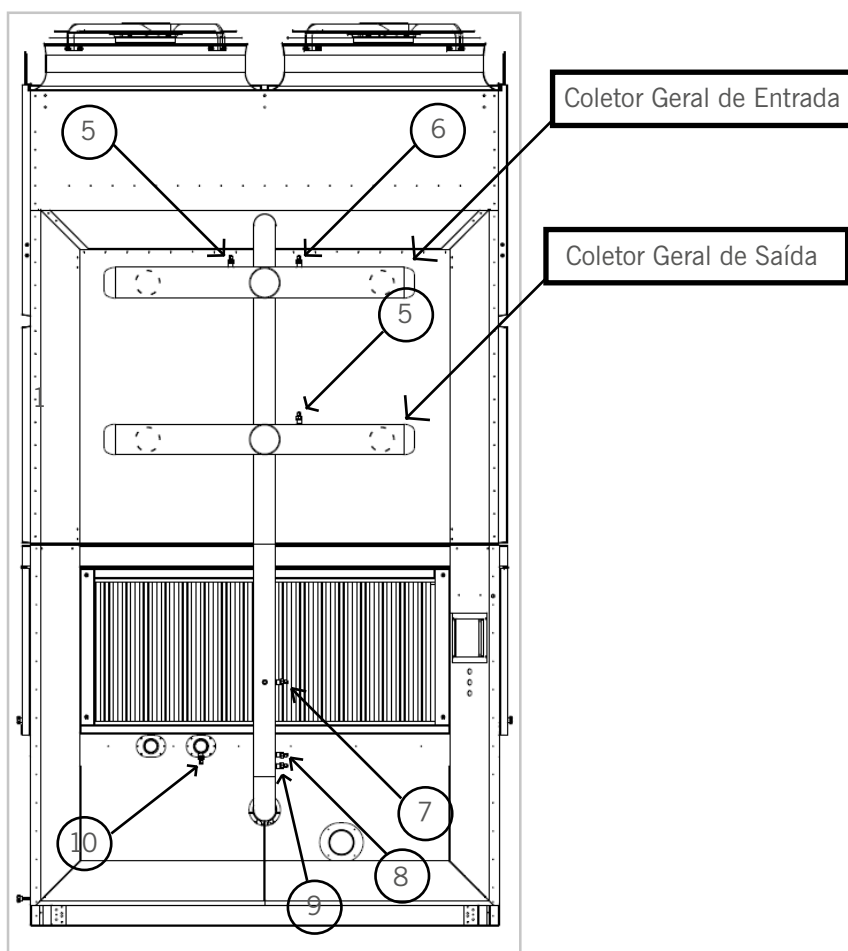

Figura 6: ECOSS - lateral (coletores)
2. Verifica-se a taxa de recirculação de água, sendo que, esta taxa pode estar (Normal / Falha). Esta taxa é controlada por um sensor de pressão localizado no recalque da bomba, conforme indicado na Figura 6;